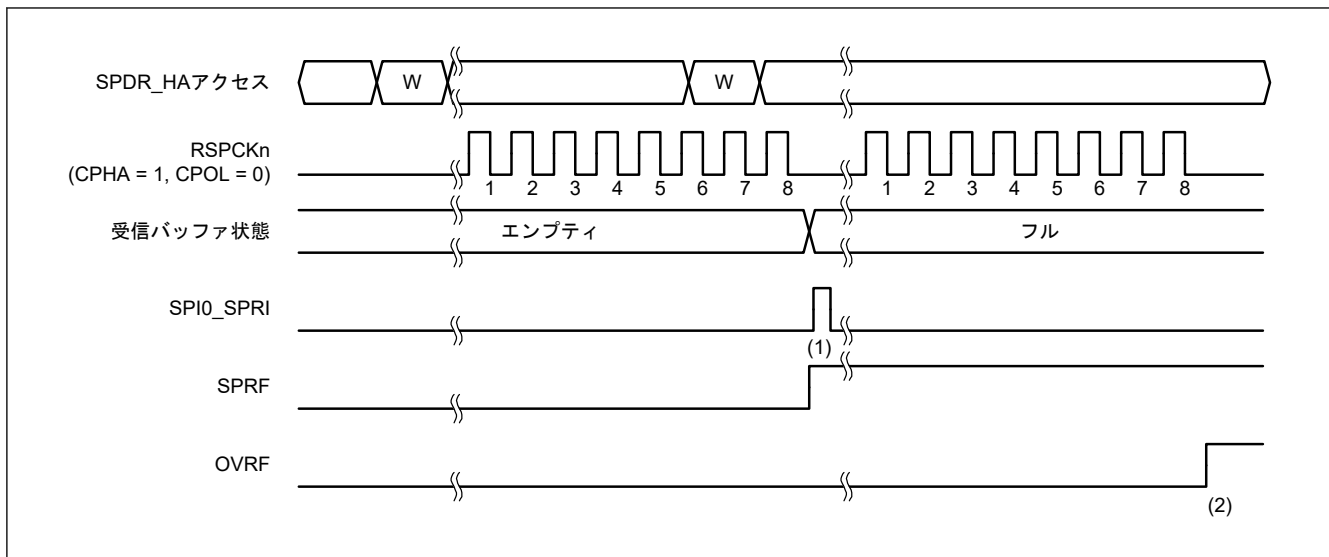
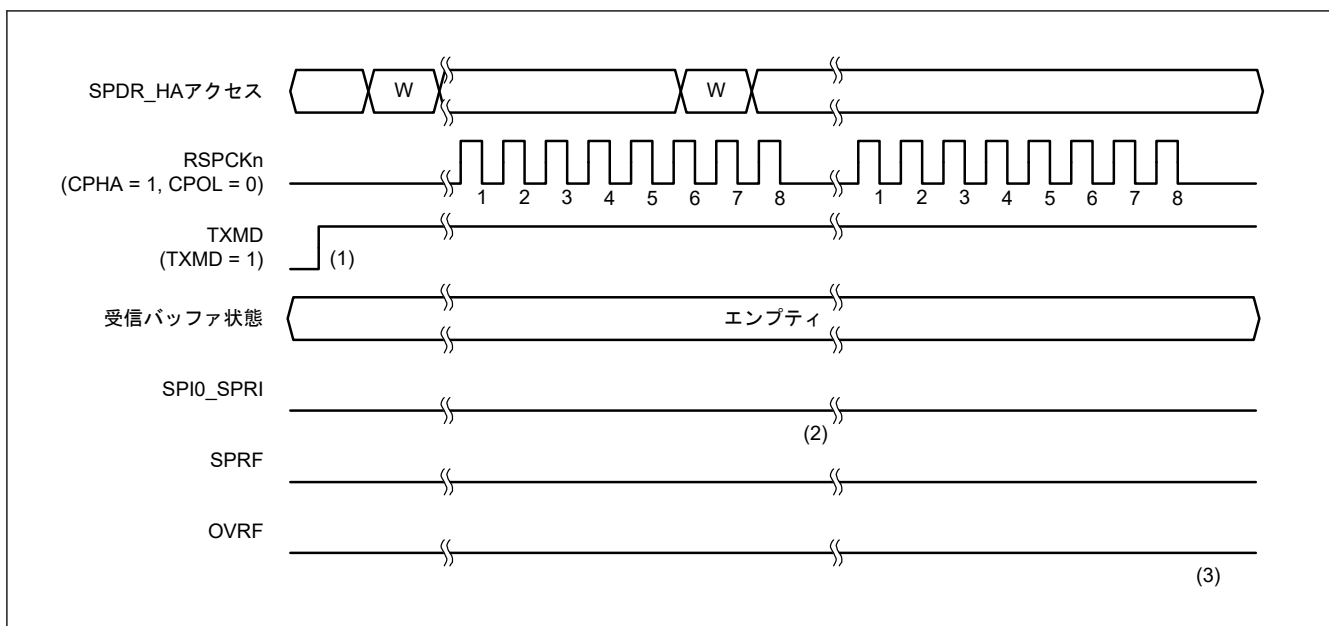
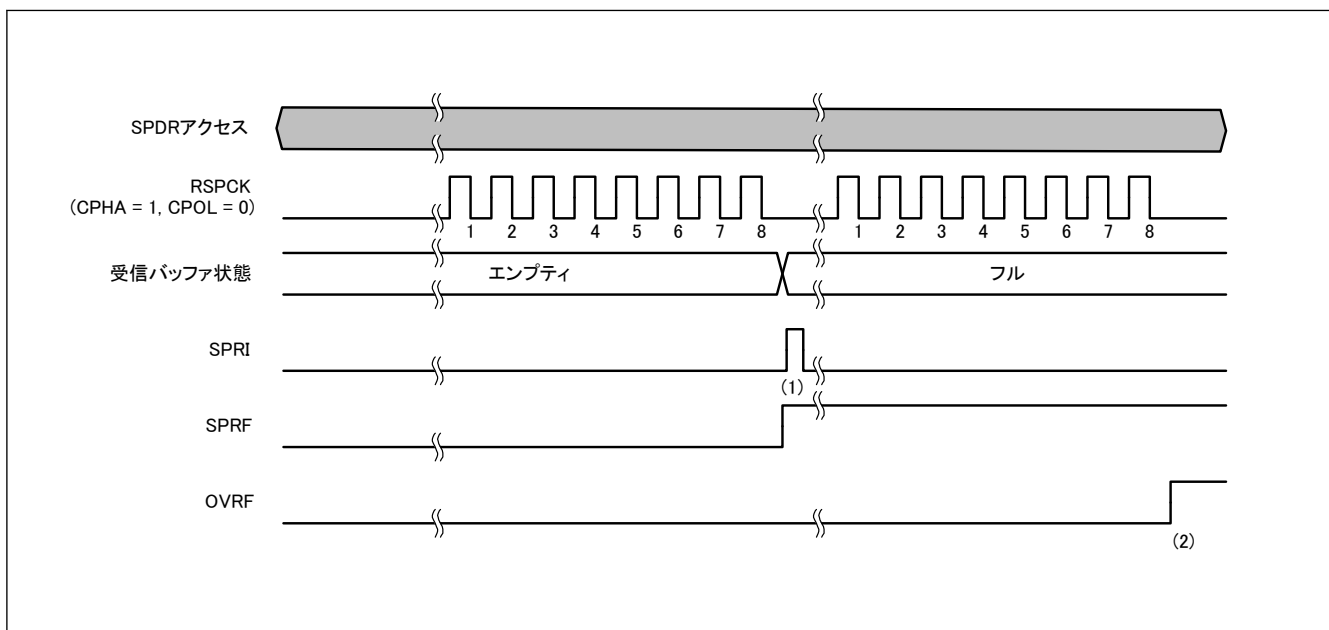

図 33.26 SPCR3.ETXMD = 0 かつ SPCR.TXMD = 0 の動作例
図 33.27 SPCR3.ETXMD = 0 かつ SPCR.TXMD = 1 の動作例
図 33.28 MSTR = 0 かつ ETXMD = 1 の場合の動作例
通信動作モード選択ビット (SPCR.TXMD) の設定により、全二重同期式シリアル通信または送信のみの動作が選択できます (拡張通信モード選択ビット (SPCR3.ETXMD) が 0 の場合)。SPCR3.ETXMD ビットが 1 の場合、スレーブモード (SPCR.MSTR = 0) で SPI の動作は受信のみです。これは SPCR.TXMD ビットが SPI の動作に影響を及ぼさないためです。図 33.26、図 33.27、および図 33.28 に示すレジスタアクセスは、SPDR/SPDR_HA レジスタへのアクセスの条件を示します。W は書き込みサイクルを示します。
図 33.26 に、SPI コントロールレジスタ 3 (SPCR3) の拡張通信モード選択ビット (ETXMD) を 0、通信動作モード選択ビット (SPCR.TXMD) を 0 にした場合の動作例を示します。この例では、SPDCR.SPFC[1:0] ビットが 00b、SPCMDm.CPHA ビットが 1、かつ SPCMDm.CPOL ビットが 0 の設定で、SPI が 8 ビットのシリアル転送を実行しています。RSPCKn 波形の下に記載した数字は RSPCK サイクル数 (= 転送ビット数) を示しています。
以下に、図 33.26 の (1)、(2) に示したタイミングでのフラグ動作を説明します。
図 33.27 に、SPI コントロールレジスタ 3 (SPCR3) の拡張通信モード選択ビット (ETXMD) を 0、通信動作モード選択ビット (SPCR.TXMD) を 1 にした場合の動作例を示します。この例では、SPDCR.SPFC[1:0] ビットが 00b、SPCMDm.CPHA ビットが 1、かつ SPCMDm.CPOL ビットが 0 の設定で、SPI が 8 ビットのシリアル転送を実行しています。RSPCKn 波形の下に記載した数字は RSPCK サイクル数 (= 転送ビット数) を示しています。
以下に、図 33.27 の (1)~(3) に示したタイミングでのフラグの動作内容を説明します。
SPI コントロールレジスタ (SPCR) の SPI マスタ/スレーブモード選択ビット (MSTR) を 0 に設定し、SPI コントロールレジスタ 3 (SPCR3) の拡張通信モード選択ビット (ETXMD) を 1 に設定した場合の動作例を図 33.28 に示します。SPI データコントロールレジスタ (SPDCR) の SPFC[1:0] ビット = 00b、SPI コマンドレジスタ (SPCMD) の CPHA ビット = 1、SPCMD の CPOL ビット = 0 の設定で、SPI が 8 ビットデータシリアル転送をする例を図 33.28 に示します。RSPCK 波形の下の番号は、RSPCK 周期の番号 (転送ビットの番号) を示します。